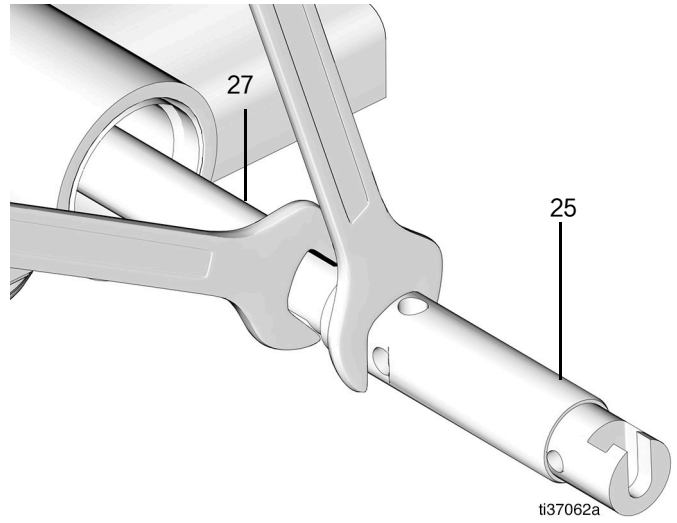
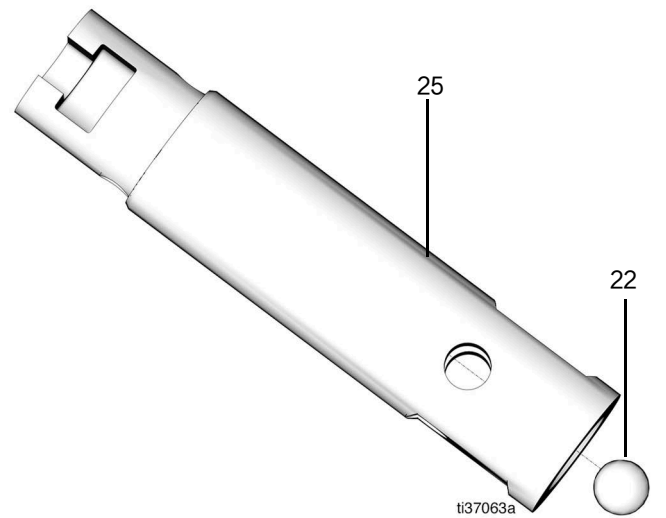

图 43
图 44
- 27. 从铲杆 (17) 上卸下泵活塞 (25)。
注意：从泵活塞 (25) 上取下阀球 (22) (图 43和图 44)。